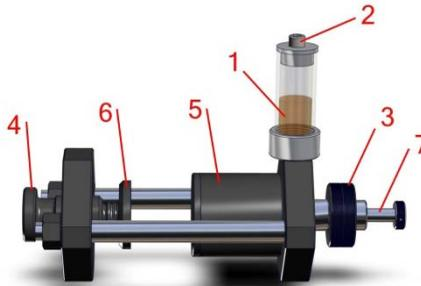

Abb. 5.5.1
1. Entfernen Sie die Zubehörmontage Mutter (Bild 5.5.1, Pos 3) aus dem Tragrahmenvon vom Hochdruckfestigkeits Zubehör.
2. Schieben Sie das Hochdruckfestigkeits Zubehör auf den beweglichen Spannarm (Bild 7.3, Teil 12) vom Stärke Maschine. Ersetzen Sie die Befestigungsmutter (Abb. 5.5.1, Pos. 3) und ziehen sie Diese fest an um das Zubehör auf dem beweglichen Spannarm der Stärke Maschine zu sichern. (Siehe Abb. 5.5.2).
Die grüne Druckklemme (Abb. 5.1.1, Pos. 3) muss auf dem stationären Klammer Halter der Stärke Maschine installiert werden. Die grüne Druckklemme wird eine ebene Fläche für das Ende der Schubstange (Abb. 5.5.1, Pos 7) gegen bei einem Druckversuch drücken.
3. Ziehen Sie die Schubstange (Abb. 5.5.1, Pos 7) in Richtung der Kompression Klemme an der stationären Klammer der Stärke Maschine. Ziehen Sie die Schubstange seiner voll ausgefahrenen Position.
4. Vorsichtig in eine vorbereitete Stelle 2 zu halten "x 2" (50mm x 50mm) Sand Probe zwischen dem beweglichen Kopf (Abb. 5.5.1, Pos 5) und der stationären Klemme (Abb. 5.5.1, Pos 6) des hohe Druckfestigkeit Zubehör . Mit der Proben Klemme Einstellmutter langsam anziehen Sand Probe zwischen dem beweglichen Kopf und stationäre Klammer, um die Sand Probe zwischen den beiden Klemmen zu befestigen. Ziehen Sie die Proben Klemme Einstellmutter gerade genug an, um den Sand Probe an Ort und Stelle zu halten, Ziehen Sie die Mutter an um die Probe zu sichern.
2. Mit dem hohen Druckfestigkeit Zubehör auf die Stärke Maschine in einer aufrechten Position montiert entfernen Entlüftungskappe (Abb. 5.5.1, Pos 2).
3. Von Hand, die Schubstange schnell bewegen (Abb. 5.5.1, Pos 7) ein und aus, Beobachten bis keine Luftblasen mehr durch den Ölbehälter mehr aufsteigen (Bild 5.5.1, Pos. 1). Sobald Luftblasen im Öl sowie im Ölbehälter entweichen, wiederholen Sie diesen Vorgang. Wiederholen Sie diesen Vorgang, bis keine Luftblasen mehr zu sehen sind welche im Öl und innerhalb des Ölbehälters.
(Siehe Abb. 5.5.1 für die Artikelbeschreibung)
Abb. 5.5.1 zeigt den Korrekten Einbau des Zubehörs zur Ermittlung der Biegefestigkeit (Modell 42104K) in das Digitale Gasdurchlässigkeitsprüfgerät, Modell 42104.